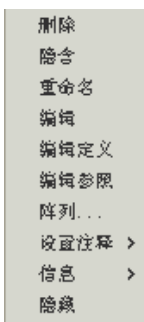

图 1-7 从模型树中获取的命令
b. 获得命令并操作。在模型树中选取一个特征，单击右键，出现可对此特征进行操作的所有命令的选单，如图 1-7 所示，用户可以在这里直接选取命令并操作，而不必通过菜单或图标按钮。